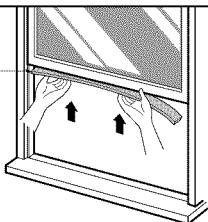

FIG. 5
**2** Corte la TIRA DE ESPUMA para que se ajuste a la parte inferior de la hoja de la ventana. Abra la ventana, quite el protector y fije la TIRA DE ESPUMA como se indica en la FIG.5.